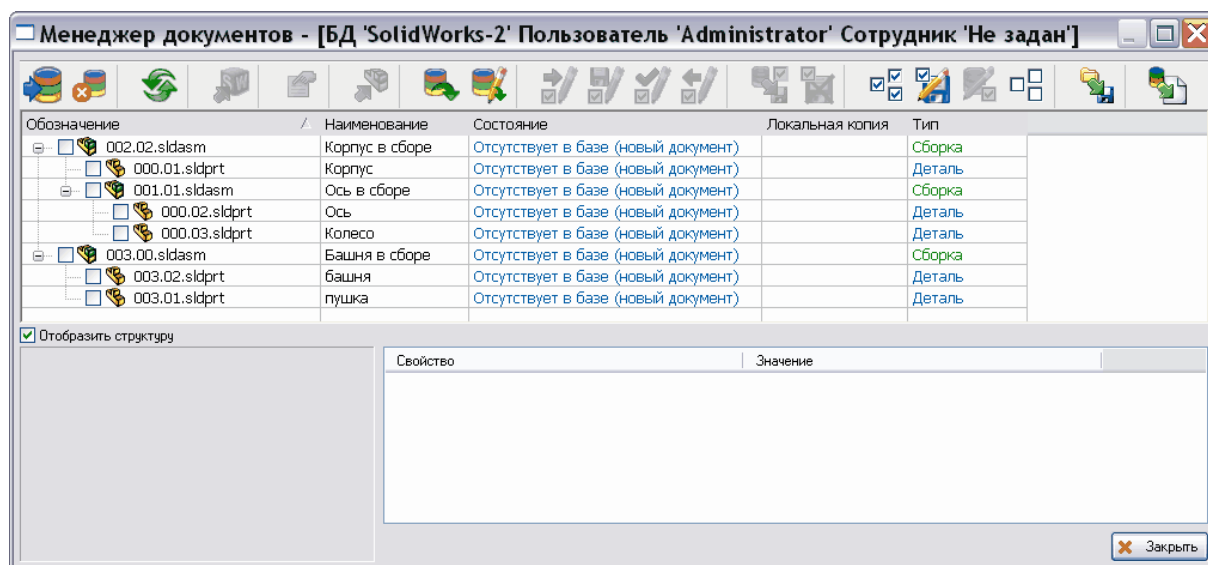
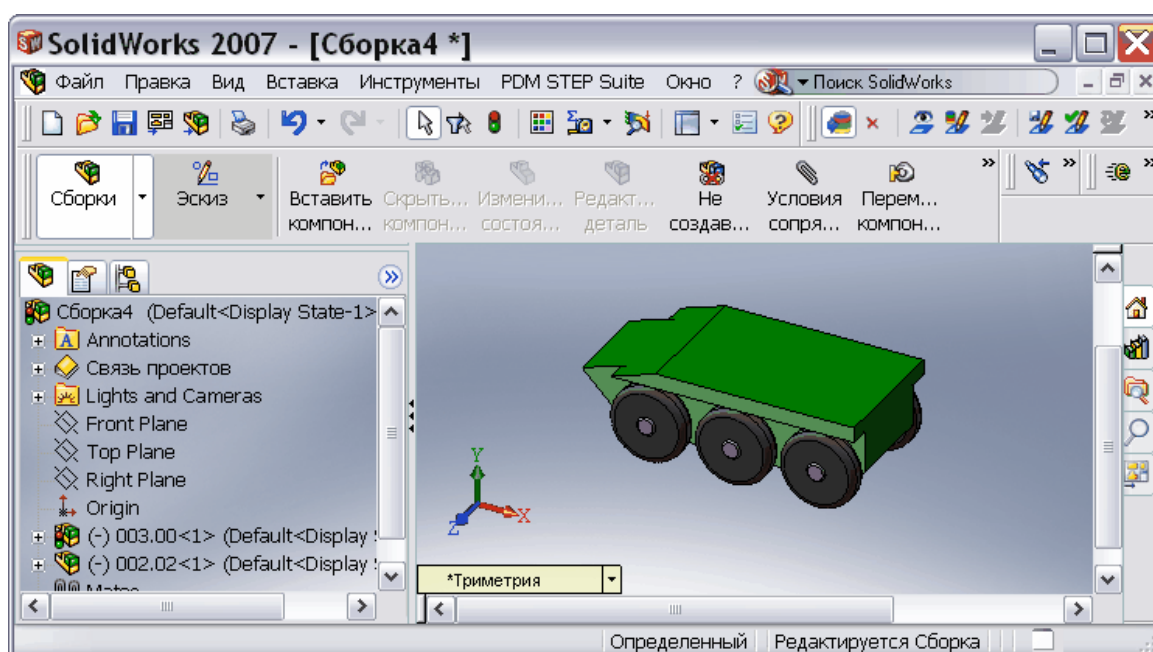

Рис. 32
Рис. 33
- В меню **PDM STEP Suite** выберите команду **Менеджер документов** или на панели инструментов PSS нажмите на кнопку **Менеджер документов**. После этого появится окно **Менеджер документов** (Рис. 32).
3. В окне менеджера документов (Рис. 32) выделите модель «Корпус в сборе» и нажмите на кнопку **Вставить выделенный в сборку** . При этом произойдет возврат в окно SolidWorks и модель «Корпус в сборе» будет вставлена в файл сборки (Рис. 33).